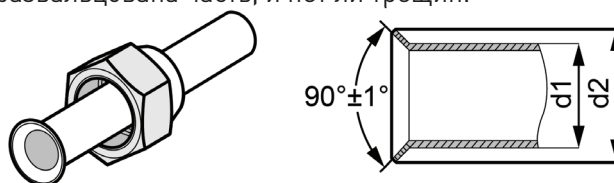

Рис. 4.10
- 3) Снимите раструбную гайку, соединяющую соединительный трубопровод внутреннего блока и наружный блок. Затем используйте инструмент для развальцовки, чтобы закрепить раструбную гайку в трубопроводе (как показано на Рис. 4.10).